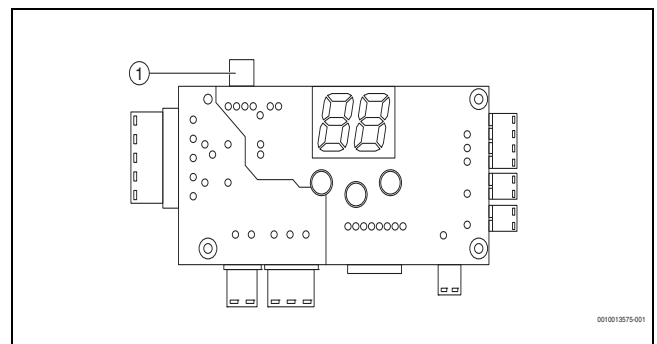
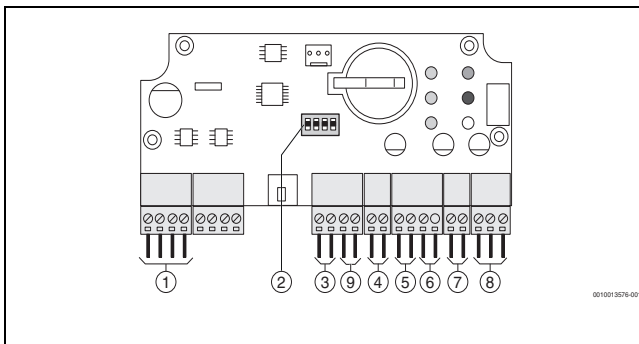

Bild 3 Anschluss D der Heizgerätbedieneinheit
Bild 4 Anschlüsse des EKR-Moduls
- ▶ Steuerung des Heizgeräts (Anschluss D → Abb. 3) an den gekennzeichneten Klemmen des EKR-Moduls (Anschluss J1 → Abb. 4, [1]) mit dem Datenkabel verbinden. Das Datenkabel ist Bestandteil der Lieferung.
- Anschluss B7 (NC), B8 (COM), B9 (NO) - Störungsmeldungen Heizkessel